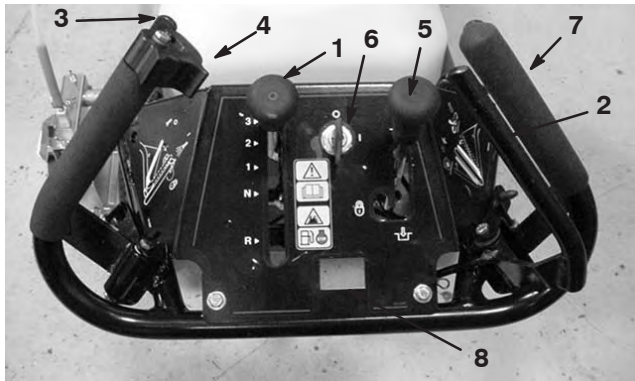

Figure 12
Le sélecteur de vitesse comporte trois vitesses en marche avant et une en marche arrière. Pour sélectionner une vitesse, placez le levier dans la position souhaitée. (Fig. 12).
Pour engager la traction aux roues, le levier doit être poussé vers l'avant contre la poignée de droite (Fig. 12). Pour désengager la traction, relâchez le levier.
Serrez le levier contre la poignée de gauche pour commencer à tracer des lignes (Fig. 12). Pour arrêter le traçage de lignes, relâchez le levier.
Faites pivoter le verrou par-dessus le levier de commande de traçage pour le bloquer en position (Fig. 12). Utilisez le verrou du levier pour tracer de longues lignes ou pour nettoyer le système.
Déplacez le levier vers l'arrière pour serrer le frein. Pour serrer le frein de stationnement, placez le levier en position de verrouillage. Pour desserrer le frein de stationnement, retirez le levier de la position de verrouillage et déplacez-le vers l'avant (Fig. 12).
Tournez la clé en position contact établi avant de démarrer le moteur au lanceur (Fig. 12). Pour arrêter le moteur, tournez la clé en position d'arrêt.
6. Tournez la clé de contact en position de démarrage (Fig. 12).
La traceuse de lignes a trois vitesses en marche avant : **1** pour basse vitesse, **2** pour vitesse moyenne (traçage) et **3** pour haute vitesse (transport) (Fig. 12). **R** est pour la marche arrière.